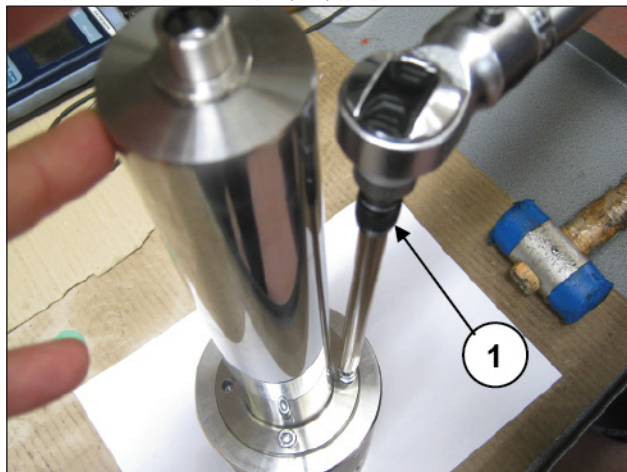

图 73
利用专用工具锁定活塞导承，接着用测力扳手进行螺丝的调节(位置①，图 73)，如第3章所示。